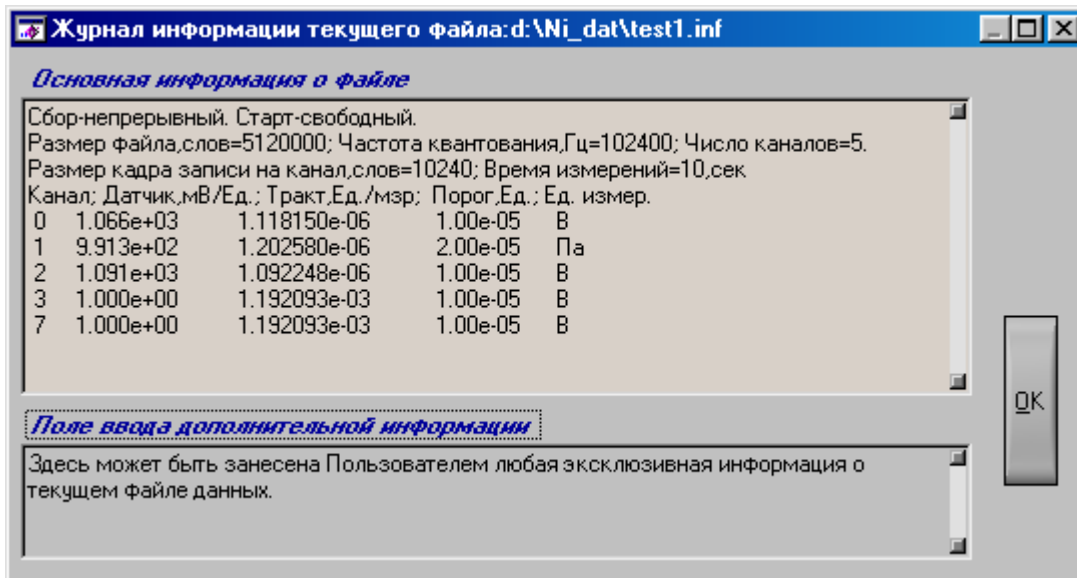

Рис.1.20. Информационный журнал текущего файла.
После окончания записи данных можно активировать элемент (4), что вызовет дополнительную панель – информационный журнал, где указана информация о выбранном режиме запуска измерений, размере файла, частоте квантования, количестве и номерах используемых каналов, а так же чувствительности первичных приемников и сквозные чувствительности измерительных трактов. При необходимости в информационный файл можно занести дополнительную информацию – рис. 1.20.